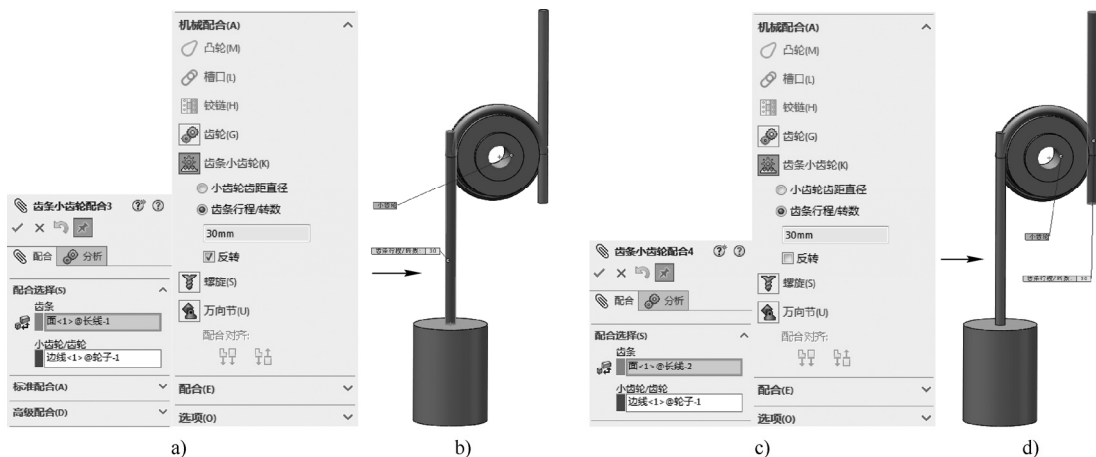

图 11-48 添加两个“齿条小齿轮配合”配合关系
STEP 1 新建装配文件, 然后导入本书提供的多个素材文件, 并进行基本的装配, 效果如图 11-48 中的装配体模型所示。
STEP 2 添加轮子和长线间的两个“齿条小齿轮配合”配合关系，如图 11-48 所示，设置每个的“转数”大小都为 30mm，只是方向相反。